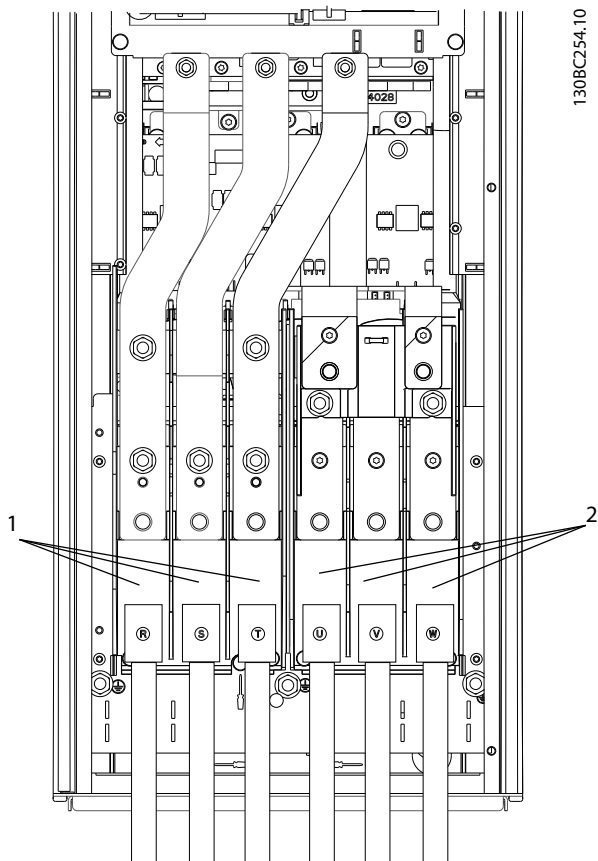

Ilustración 2.13 Conexión a la red de CA
- Conecte el cableado de alimentación de entrada trifásica de CA a los terminales L1, L2 y L3 (consulte *Ilustración 2.13*).